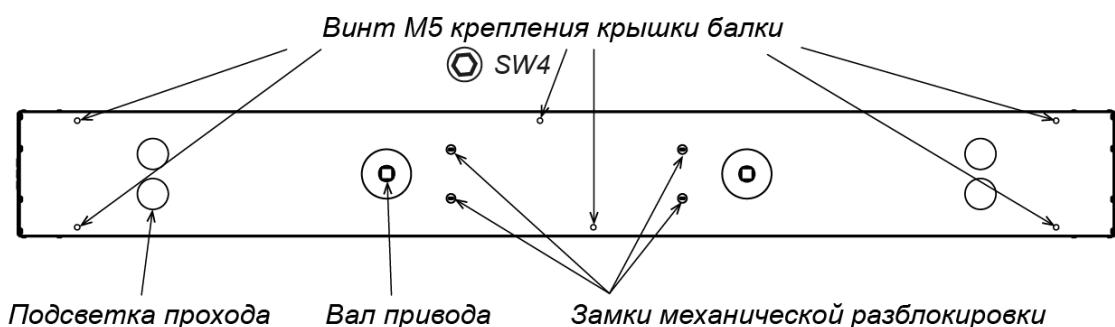

Рисунок 20. Элементы балки привода
- снимите вставку защитную (см. рис. 20), для чего открутите два винта M4 (ключ SW3), удерживающие ее сверху;
28. Установите крышку (10) на балку привода (9):
- Вкрутите шесть винтов M5 (ключ SW4), фиксирующие крышку балки (см. рис. 20).
При необходимости замена ламп подсветки прохода производится в следующем порядке (см. рис. 20, 24):